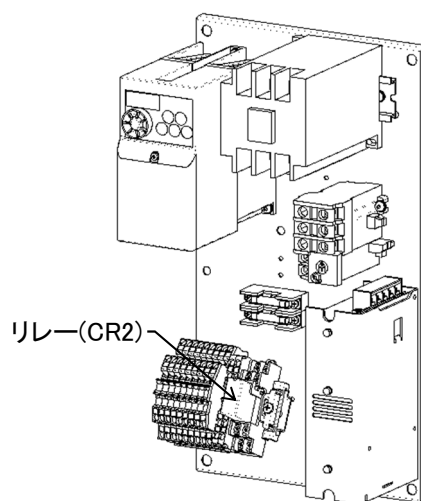

図 8-13
3) 排水弁の動作確認 (図 8-13, 14)
(図 8-13)